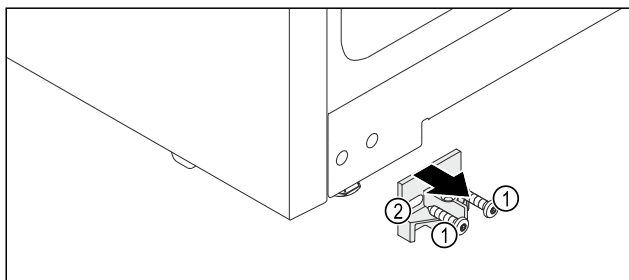

Fig. 12
- Svitare le viti Fig. 12 (1).
- Estrarre l'elemento di tenuta Fig. 12 (2) in avanti.